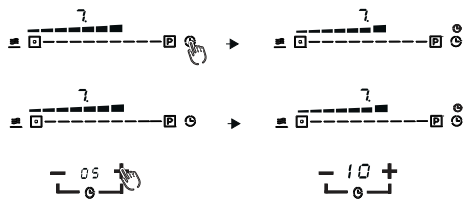

Abb. 53
Drücken Sie die Sensortaste (T) zum Ein- und Ausschalten der Timer-Funktion. Die Einstellung der gewünschten Zeit erfolgt über die Sensortasten +/\_\_\_ (Abb. 53).